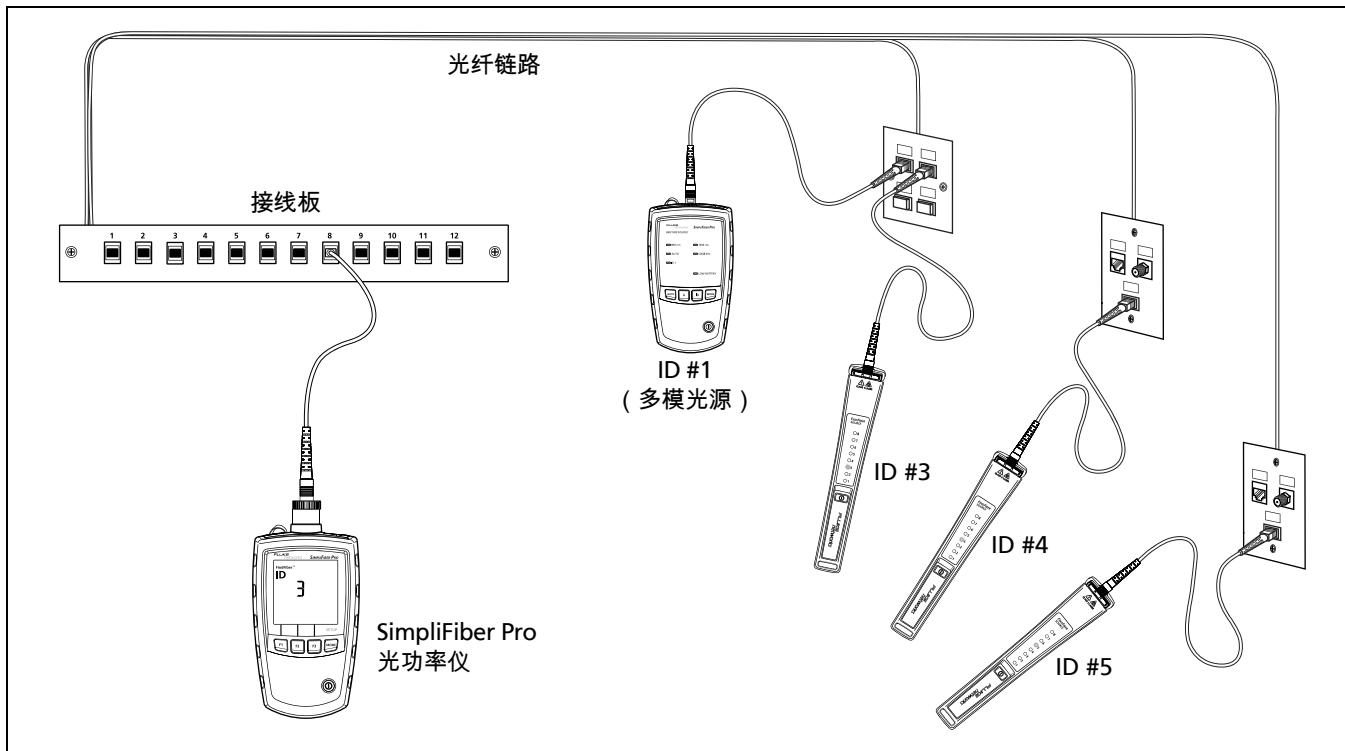

图 6. 使用 FindFiber 模式给光纤定位
- 1 将光功率仪以及一个 SimpliFiber 光源或一个 FindFiber 光源或多个 FindFiber 光源连接到链路上，如图 6 所示。